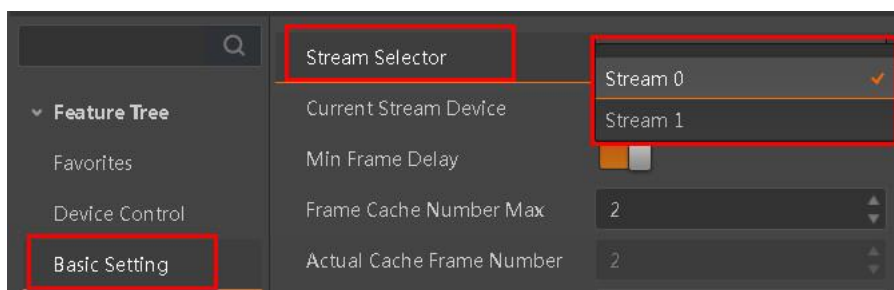

图6-1 采集卡通道设置
- 图 6-1 为连接两个相机的图例。当连接一个相机时, *Stream Trigger Selector* 不可选择, 仅显示 *Stream 0*, 请以实际情况为准。